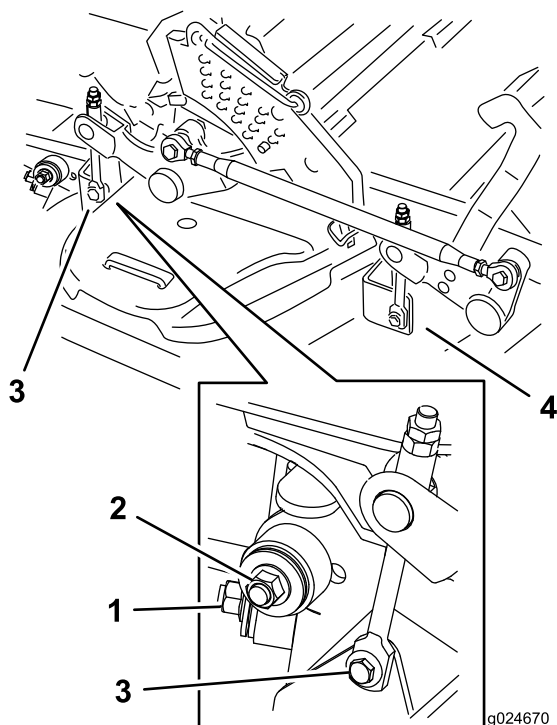

Figure 120
7. Enlevez et mettez de côté les fixations des deux côtés du plateau, comme montré à la Figure 120.